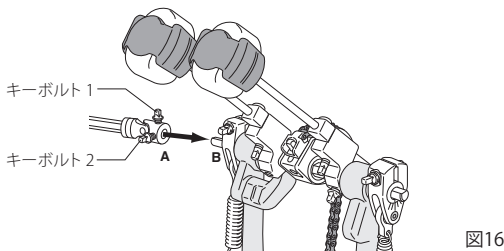

図16
メインペダルの左側にある接続部(突起部) (B)にドライブシャフトのジョイント部(A)を接続します(図16)。ドラムキーで二つのキーボルトを平らな面(キーボルト1)、側面(キーボルト2)の順番でしっかりと締め固定してください。サブペダルも同様にドライブシャフトを接続します(図17)。その際、接続部の突起部(B)の平らな面が上にくるように六角シャフトを回転してください。